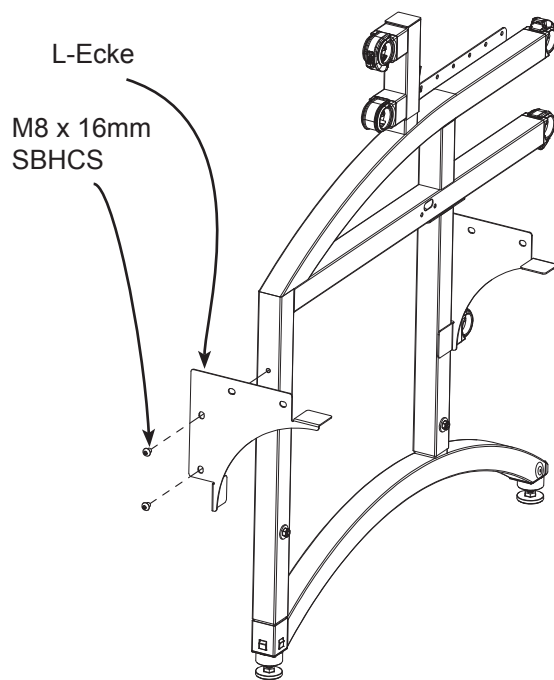

Bild 1-2
**1-4 :** Danach montieren Sie die Winkel an die RAHMENENDEN, wie in Bild 1-2 gezeigt. Benutzen Sie einen 5mm, um die M8 x 16mm SBHCS SCHRAUBEN festzuziehen; legen Sie das kurze Ende des Inbusschlüssels in die Schraube und drehen Sie diesen am langen Ende haltend. Das wird ein entsprechendes Festziehen der SCHRAUBEN sichern und weniger Kraft erfordern, anstatt der Verwendung mit dem kurzen Ende des Inbusschlüssels.